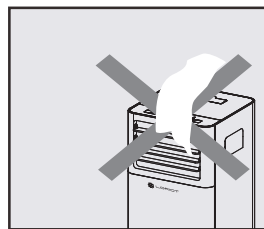

Рис. 16
3. Никогда не кладите на прибор посторонние предметы, не перекрывайте вход или выход воздуха из прибора. Снижение расхода воздуха приведет к снижению производительности и может привести к повреждению кондиционера (рис. 16).